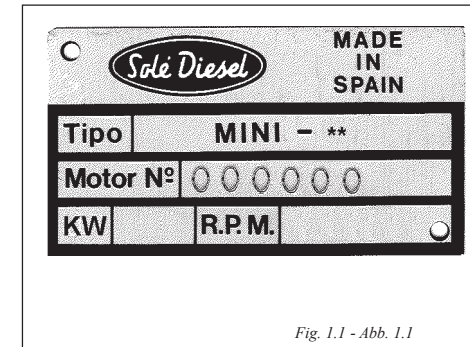

Fig. 1.1 - Abb. 1.1
-Placa colocada en el motor, indica los datos de identificación (véase Fig. 1.1)
-Engine nameplate showing identification data (see Fig. 1.1)
-Plaque situé sur le moteur, portant les caractéristiques d'identification (voir Fig. 1.1)
-Targhetta posta sul motore, recante i dati di identificazione (vedi Fig. 1.1)
- Kennschild auf dem Motor mit allen Angaben zur Motorkennzeichnung (siehe Abb. 1.1)